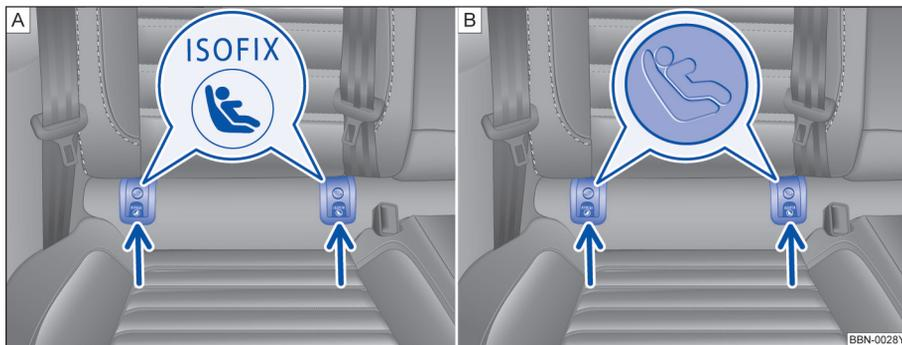

图 37 汽车座椅上的儿童座椅下部固定点标记。
- 沿箭头方向将儿童座椅插入固定环 → 图 37。直至听到儿童座椅的啮合声。